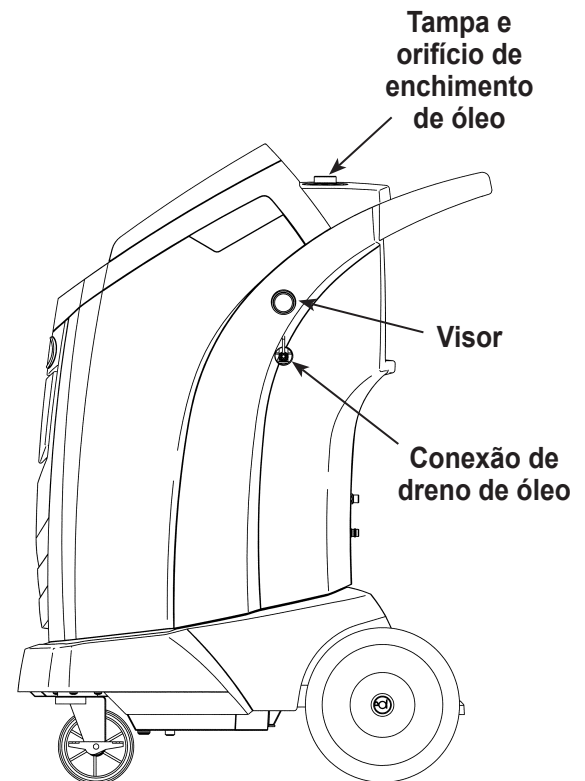

Figura 11
3. Abra a tampa de enchimento de óleo lentamente para verificar se não há nenhuma pressão na máquina. Em seguida, remova a tampa cuidadosamente. Consulte a Figura 11.
1. Remova a tampa da impressora puxando a aba como mostrado na Figura 11.